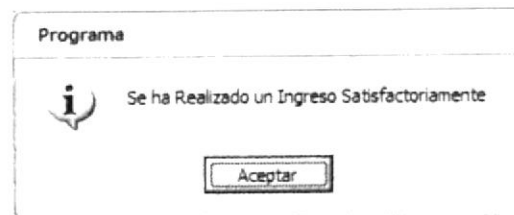

Figura 3.52 Mensaje de Ingreso de Marca
8. Si se ha realizado el ingreso aparecerá el mensaje (Ver figura 3.52)